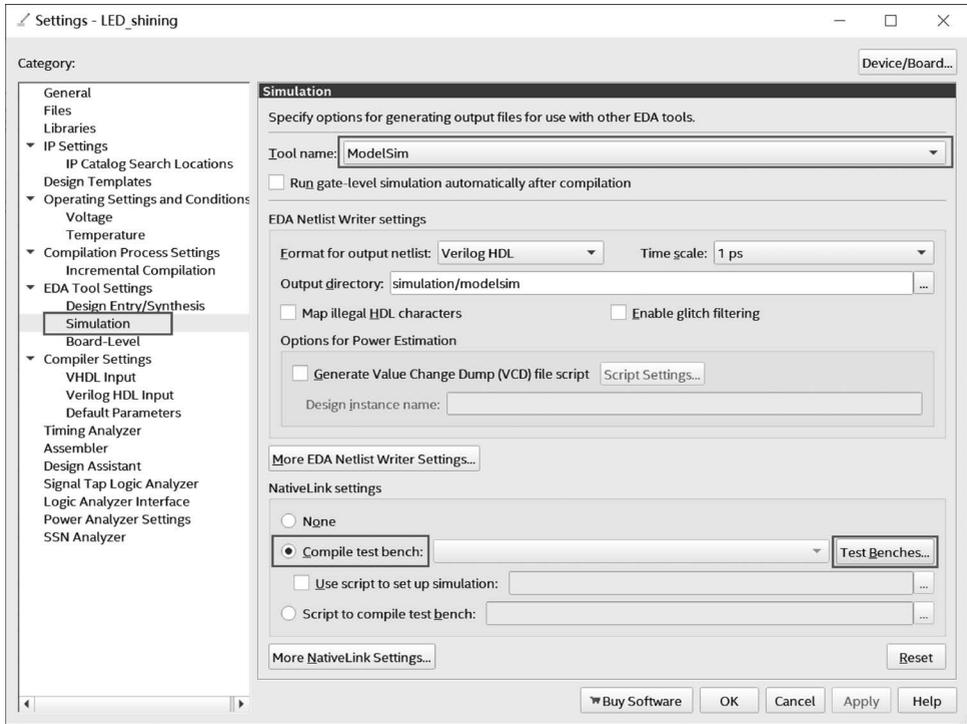

图 3.48 Quartus Prime 仿真设置界面
(1) 仿真文件:提前准备测试文件(Textbench)LEDshiningtb.v,测试文件源码见代码 3.2。
(2) 选择菜单栏中的 Assignments→Settings 选项,或单击工具栏中的 Settings 按钮,进入设置界面。选择菜单栏中的 Simulation 选项,单选 Compile test bench,单击 Test Benches 按钮。Quartus Prime 仿真设置界面如图 3.48 所示。